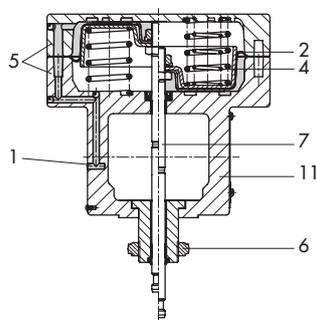

Рис. 9: Тип 3277-5 для прямого монтажа оборудования
- Тип 3277-5 · Площадь мембраны 120 см2, корпус из алюминиевого литья под давлением для прямого монтажа навесного оборудования (рис. 9), опция: ручной дублёр (рис. 4, рис. 17)